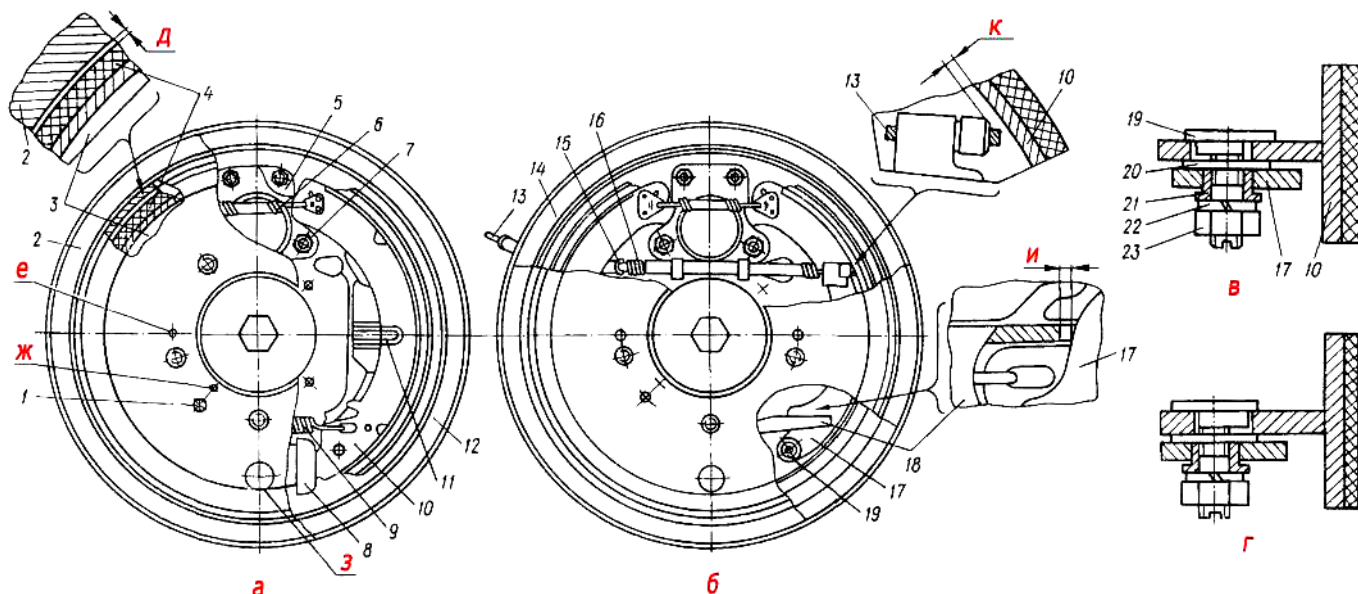

Рис. 192. Тормоза колёс:
Тормоза колёс автомобиля — колодочные с плавающими (самоустанавливающимися) колодками. Тормоза собраны совместно с колёсными редукторами: щит тормоза 21 (рис. 160), опора колодок тормоза 20 и накладка 19 закреплены к картеру редуктора. Эти детали являются опорой для колодок 3 и 10 (рис. 192), пружин 11, цилиндра 8, а также троса привода стояночного тормоза (у тормозов задних колёс). Тормозной барабан крепится к фланцу вала ведомой шестерни колёсного редуктора двумя технологическими винтами 13 (рис. 160) и совместно с колесом — пятью болтами 3, запрессованными во фланец вала. Колодки тормоза разжимаются двухпоршневым колёсным цилиндром 8 (рис. 192).
рачивают до упора, а затем отворачивают на 180° (до совмещения прорези стержня с выступом колодки). В связи с наличием конструктивного зазора в резьбовом соединении кольцо — поршень в нём при повороте поршня на 180° образуется зазор *a*. Ход поршня при торможении равен этому зазору, т. е. при нажатии на педаль тормоза под давлением рабочей жидкости поршень с колодкой тормоза передвигается до упора колодки в тормозной барабан, а при отпуске педали стяжные пружины 6 и 9 (рис. 192) тормоза передвигают колодкой поршень до упора в резьбу кольца.
Снимайте барабан вручную (допускается лёгкое обстукивание барабана молотком). Если эти приёмы безрезультатны, то снимать следует с помощью двух болтов М8, заворачивая их одновременно в технологические резьбовые отверстия **e** (рис. 192) диска барабана.
- с помощью специальных клещей для стяжных пружин колодок тормоза снимите стяжные пружины 6 и 9 (рис. 192);